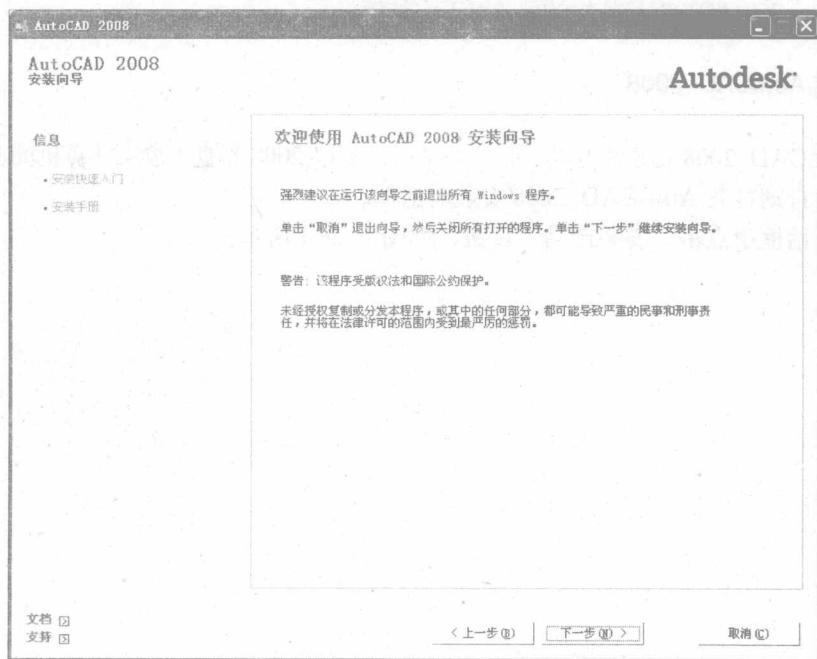

图 1-2-2
(3) 此时打开安装向导对话框，点击“下一步”按钮，如图 1-2-2 所示。